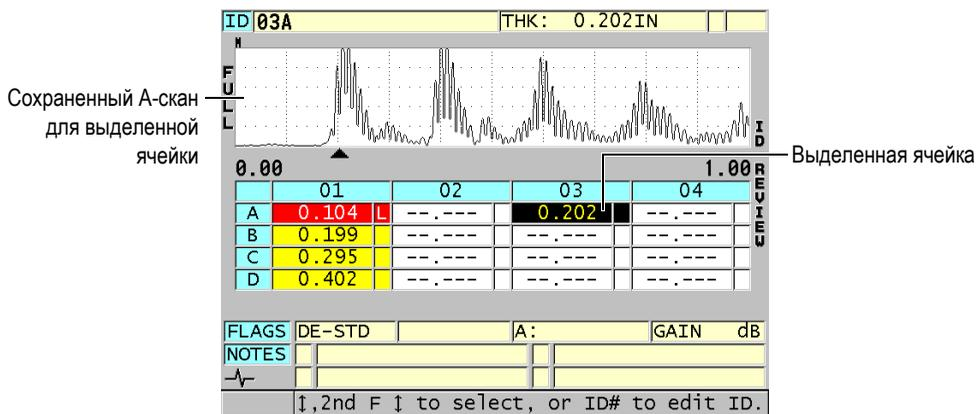

Рис. 10-13 Выделенная ячейка сетки БД на экране просмотра ИД
3. На экране просмотра ИД (см. Рис. 10-13 на стр. 172):